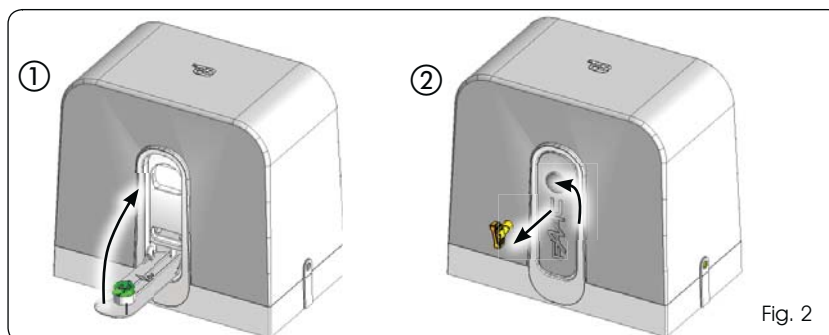

Fig. 2
1. Levantar completamente a alavanca de desbloqueio até a parada mecânica, Fig. 2 ref. ①
2. Girar o desbloqueio em sentido anti-horário como indicado na Fig. 2 ref. ②.